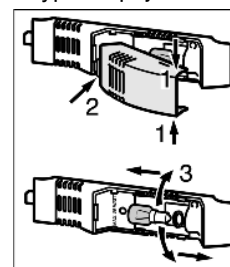

Fig. 3
- ▶ Kryt světla uchopte nahoře a dole Fig. 3 (1).
- ▶ Kryt světla vzadu uvolněte ze západek a vysadte Fig. 3 (2).
- ▶ Výměna žárovky Fig. 3 (3).